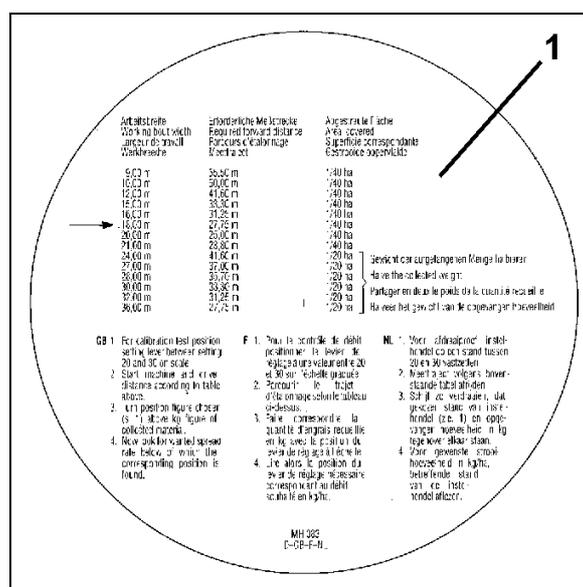

Fig. 48
- La tabla para la determinación del trayecto de medición requerido [m] (Fig. 48).
2. De la tabla (Fig. 48/1) leer el trayecto requerido de medición **27,75 m** para el ancho de trabajo deseado de **18 m**.